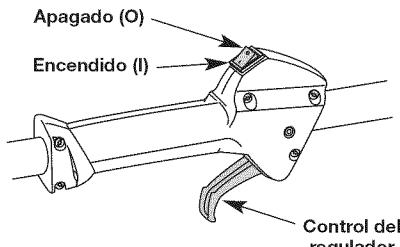

Fig. 13
**NOTA:** No hay necesidad de girar la unidad. Encendido/de parada el control (Fig. 13) está en la posición de trabajo siempre (I).
2. Coloque el control de encendido y apagado en posición de APAGADO (O) (Fig. 13).
- NOTA:** No hay necesidad de girar la unidad. Encendido/de parada el control (Fig. 13) está en la posición de trabajo siempre (I).